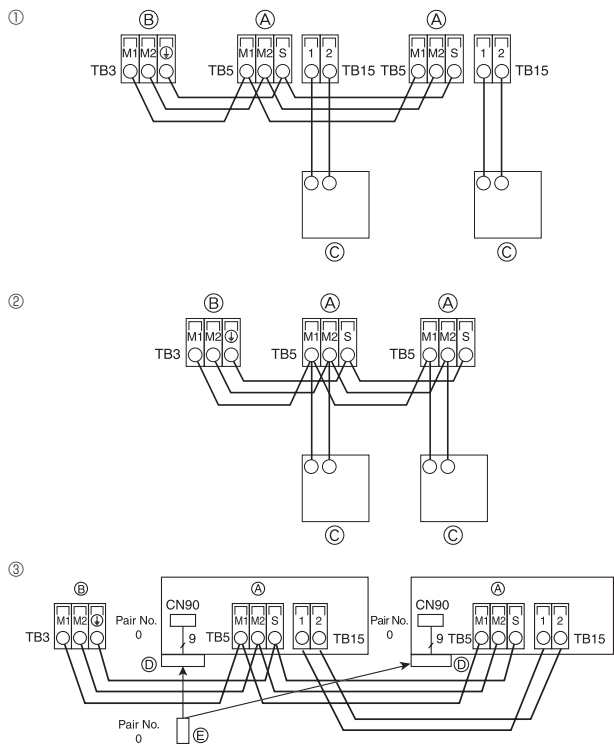

Fig. 4-5
4.4. Ligação dos cabos de transmissão do controlo remoto e das unidades interior e exterior (Fig. 4-5)
① Controlo remoto MA
② Controlo remoto M-NET
③ Controlo remoto sem fios (Ao instalar o receptor de sinal sem fios)